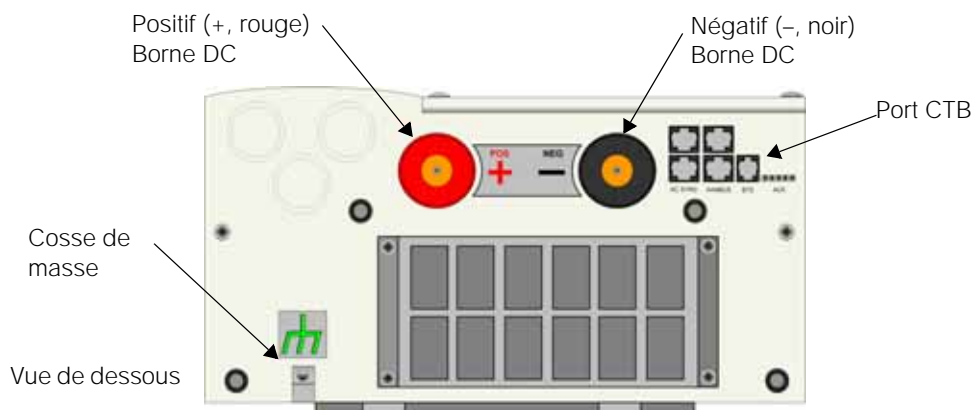
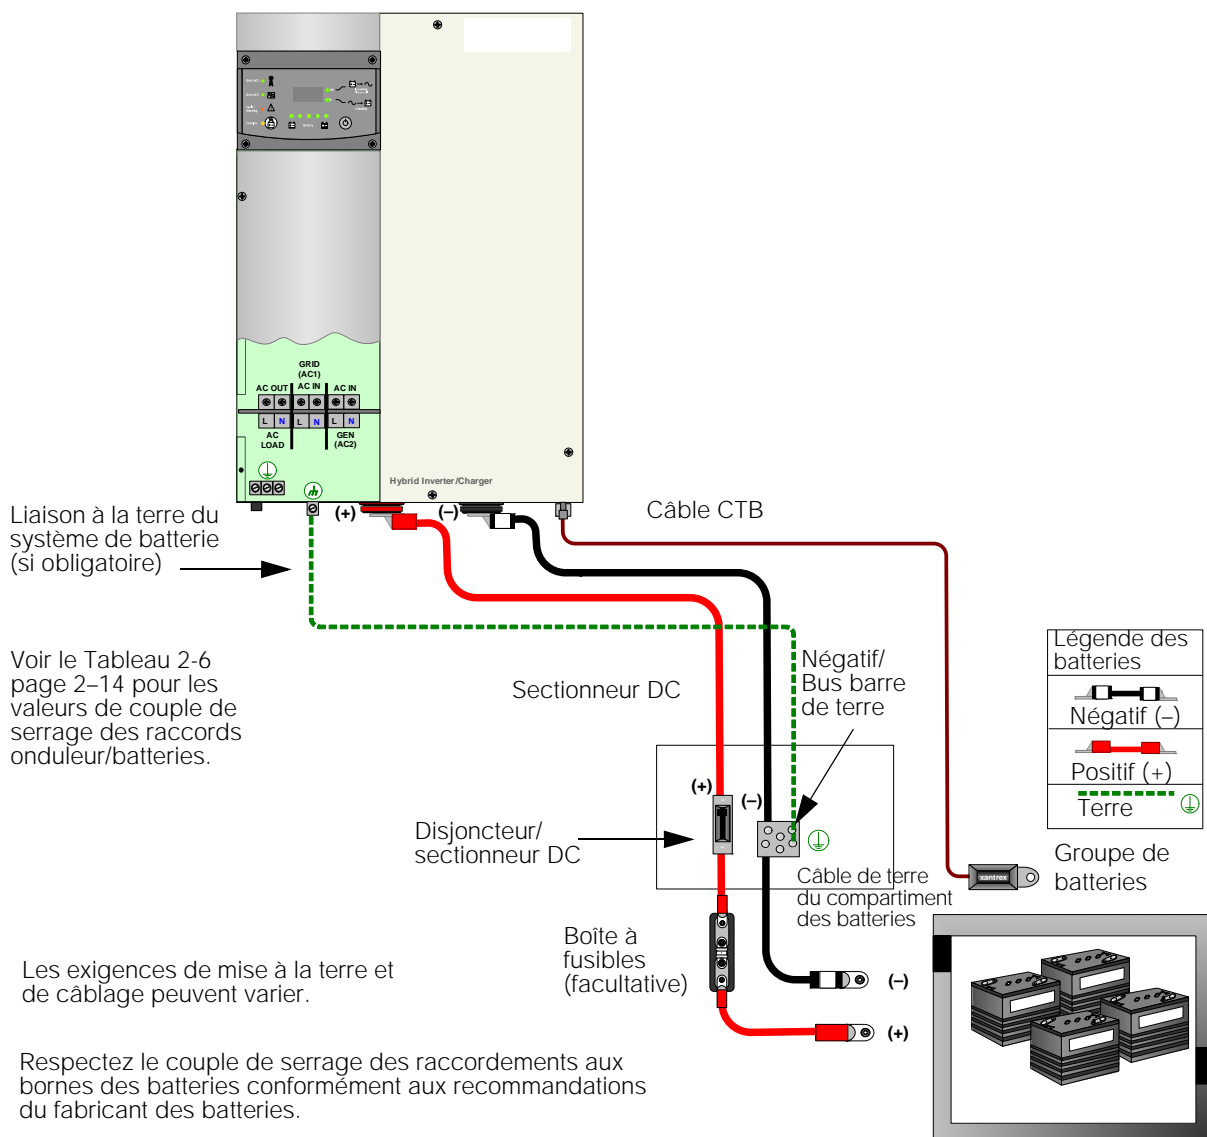

Figure 2-9 Raccordements DC de l'onduleur/chargeur Xantrex XW
Figure 2-11 Raccordements DC à un onduleur unique
2. Installez un fusible DC et un sectionneur ou un disjoncteur DC entre l'onduleur/chargeur et les batteries. Ils doivent être installés sur le côté positif du circuit DC, aussi près que possible des batteries. Voir la Figure 2-9 « Raccordements DC de l'onduleur/chargeur Xantrex XW » page 2-16.
1. Insérez le capteur de température des batteries dans le port CTB. Voir la Figure 2-9 et la Figure 2-11.